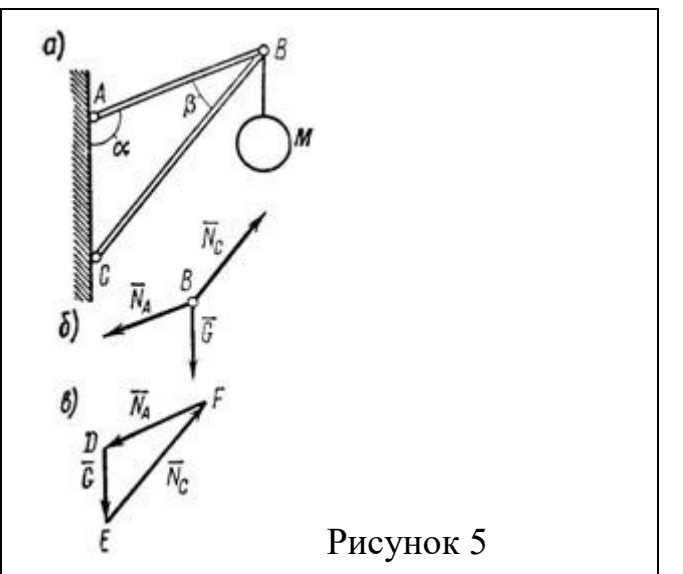

Рисунок 5
4. В точке В кронштейна ABC (рис. 5, а) подвешен груз М весом 8 кН.